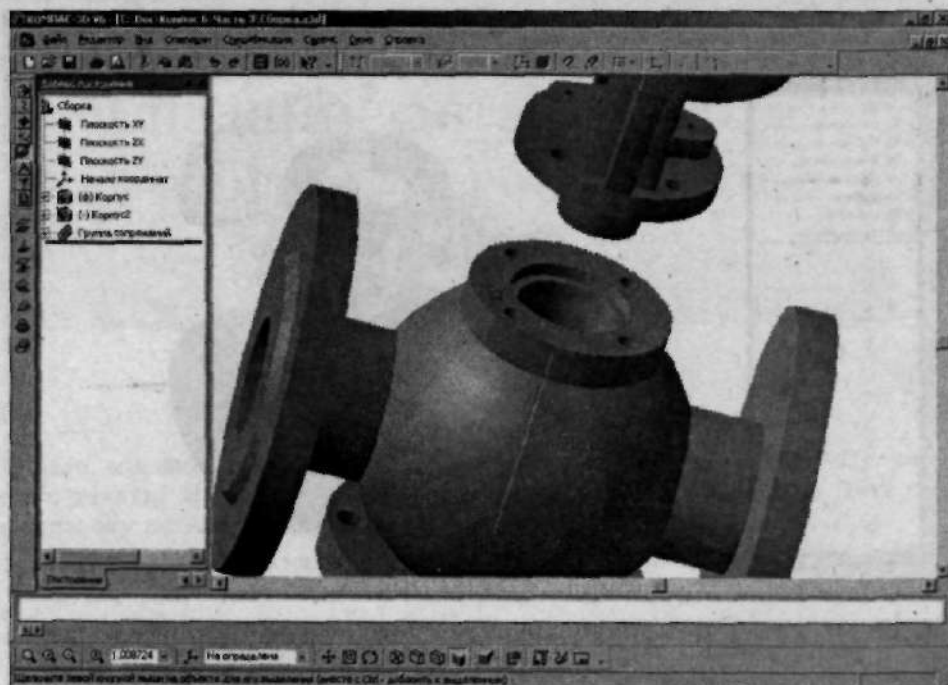

Рис. 3.11. Выделите первую поверхность сопряжения
7. Подведите курсор мыши к поверхности стыка детали **Корпус**, курсор поменяет свой вид. Добейтесь того, чтобы ребра (места пересечения этой поверхности с другими) были подсвечены красным цветом (рис. 3.11). Это значит, что ваш выбор падает именно на эту поверхность и можно смело щелкать левой клавишей мыши.